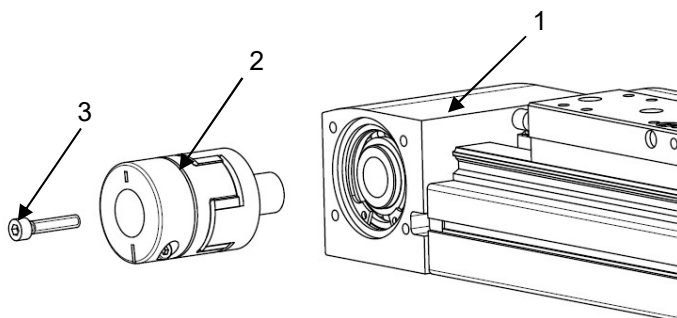

Рисунок 7 – Установка муфты на модуль
- 1) Установите муфту (поз. 2) в шкив модуля с необходимой стороны (поз. 1) (см. рисунок 7). Закрепите муфту с помощью винта (поз. 3).